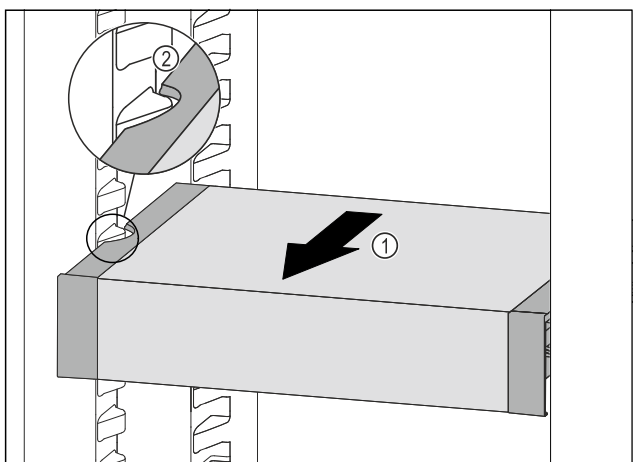

Fig. 87
- ▶ VarioSafe vucite prema naprijed Fig. 87 (1) sve dok se bočni otvori ladice VarioSafe ne nađu na visini žlijeba spremnika u hladnjaku. Fig. 87 (2)